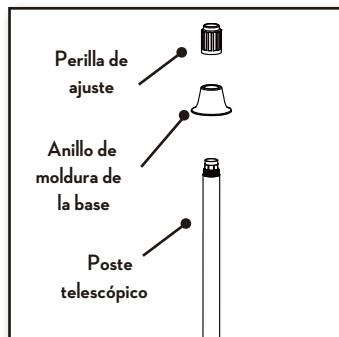

Figura 6
1. Retire la perilla de ajuste de la altura en el tubo telescópico girándolo en sentido contrario a las manecillas. También retire el sujetador del cable. Deslice el anillo de moldura de la base en el tubo. Re-instale la perilla de ajuste de altura y el sujetador del cable. Figura 6.